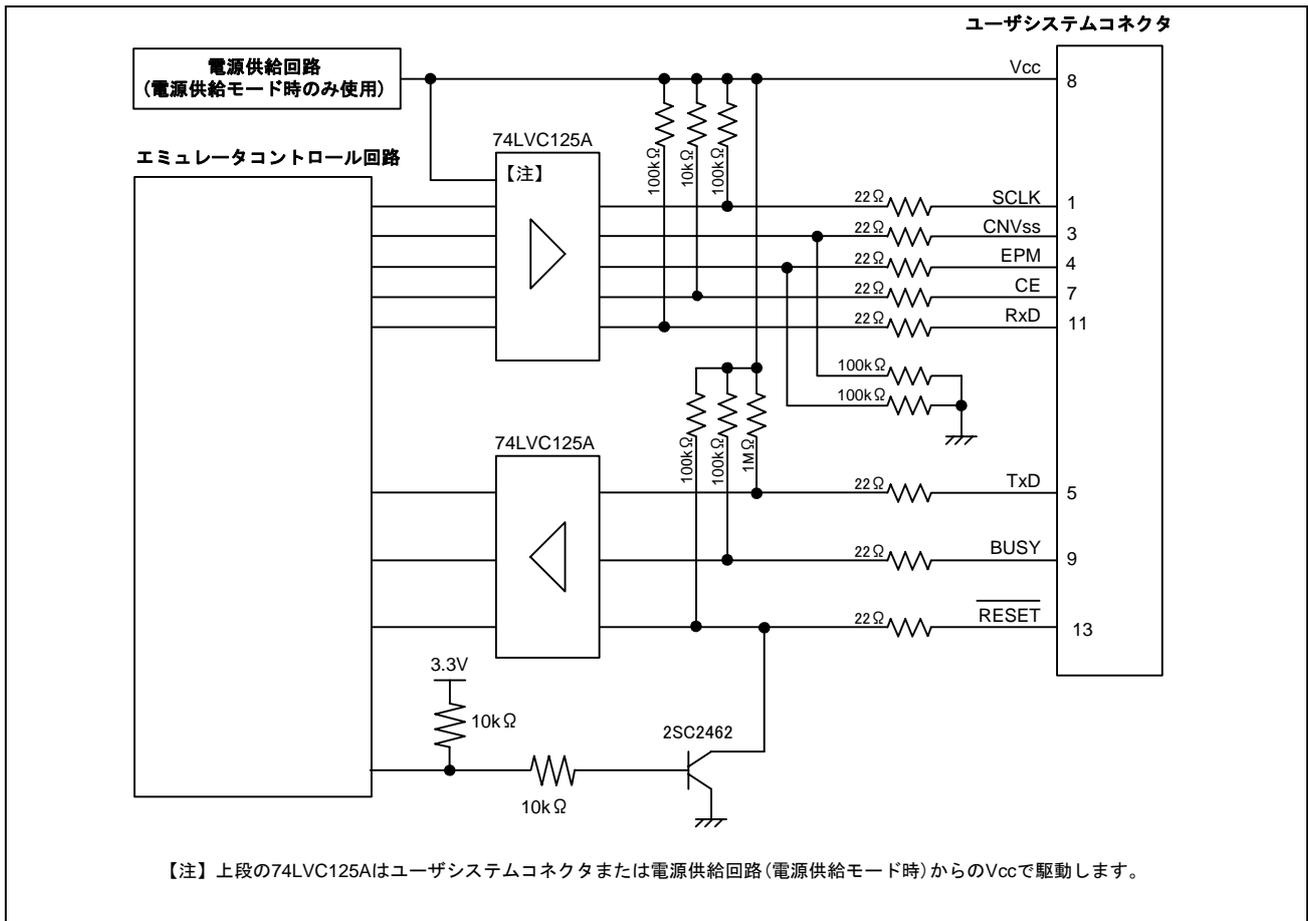

図 5.8 E8 エミュレータ内インタフェース回路 (参考)
E8エミュレータ動作中にP64はHiZ状態になることがあります。そのため、抵抗値に関しては、E8エミュレータ内部抵抗(図5.8)との分圧により、中間電位にならない値で端子処理をしてください。
E8エミュレータ動作中にP50,P55はHiZ状態になることがあります。そのため、抵抗値に関しては、E8エミュレータ内部抵抗(図5.8)との分圧により、中間電位にならない値で端子処理をしてください。
9. 図5.8にE8エミュレータ内インタフェース回路を示します。プルアップ抵抗の値などを決定するときに参考にしてください。